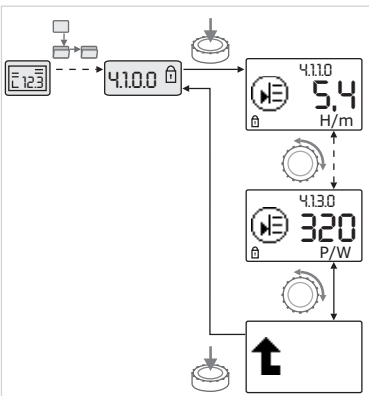

Рис. 34: Вызов информации
- Вращая красную кнопку, можно управлять элементами меню типа «Информация» текущего подменю (см. рис. 34). Пояснения настроек, представляемых символами, см. в таблице в главе 8.7 «Указатель элементов меню» на стр. 148.